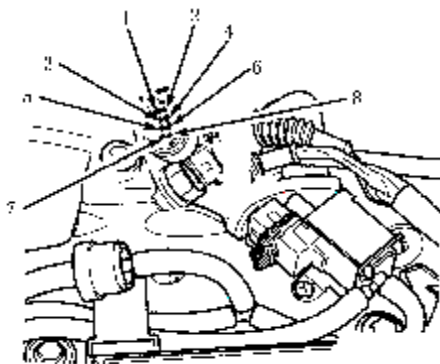

图 6-22 识别 TVCM 线束接头端子
2) 点火开关置于 ON 位。测量 TVCM 线束接头端子 4 和端子 7 之间的电压(见图 6-22), 电压大约 4.5V。测量 TVCM 线束接头端子 3 和端子 7 之间的电压, 电压应至少为 9V。如果电压不符合规范, 转入下一步。如果电压符合规范, 转入下一步。